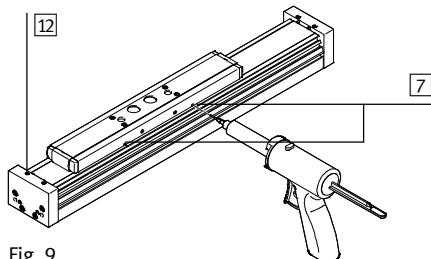

Fig. 9
- Loosen screws **12** (→ Fig. 9).